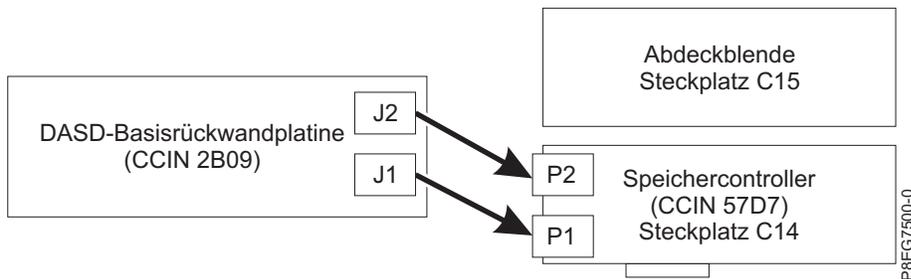

Abbildung 10. Erneutes Anschließen des SAS-Kabels bei einer Konfiguration mit Basispeicher
- Wenn Sie über einen internen PCIe3-x8-SAS-RAID-Adapter (CCIN 57D7) in Steckplatz P1-C14 (Basispeicherfunktion) verfügen, verbindet ein SAS-Kabel den Anschluss an der Rückwandplatine des unteren Plattenlaufwerks (J1) mit dem Anschluss P1 am Adapter. Ein anderes SAS-Kabel verbindet den Anschluss an der Rückwandplatine des oberen Plattenlaufwerks (J2) mit dem Anschluss P2 an demselben Adapter. Siehe Abb. 10.